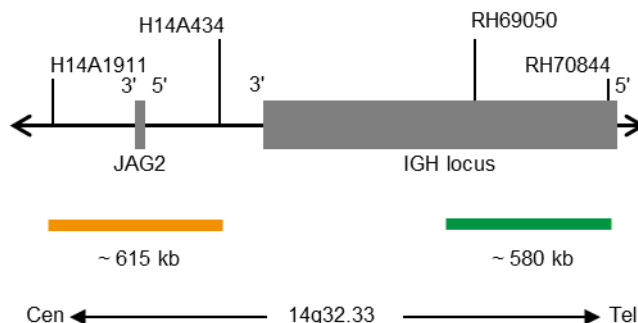

Fig. 1: SPEC IGH Mappa della sonda (non in scala)
- Polinucleotidi (~10 ng/μl) marcati con ZyGreen (eccitazione 503 nm/emissione 528 nm), che hanno come bersaglio sequenze mappate in 14q32.33* (chr14:106,690,778-107,268,412) distali alla regione del breakpoint IGH (vedere Fig. 1).
- Polinucleotidi (~4,5 ng/μl) marcati con ZyOrange (eccitazione 547 nm/emissione 572 nm), che hanno come bersaglio sequenze mappate in 14q32.33* (chr14:105,296,741-105,909,611), prossimali alla regione del breakpoint di IGH (vedere Fig. 1).